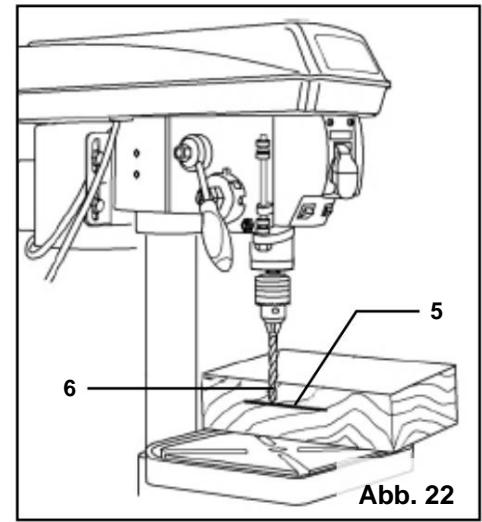

Abb. 22
1. Markieren Sie die gewünschte Tiefe (Abb. 22 - 5) der Bohrung seitlich am Werkstück.
2. Stellen Sie die Bohrmaschine auf die Position „AUS“ und senken Sie den Bohrer (Abb. 22 - 6) ab, bis die Spitze auf gleicher Höhe mit der Markierung ist.